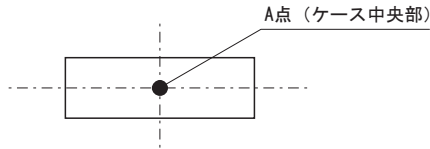

図8.1 温度測定箇所（ケース上面）
■ケース温度は、図8.1のA点の温度が表8.1に示す温度以下となるように使用してください。